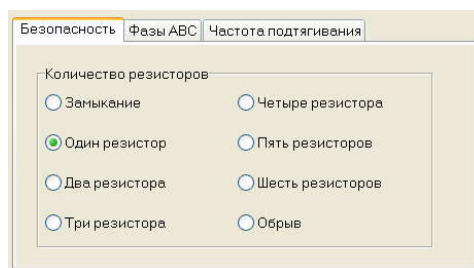

Рисунок 46 – Вкладка "Безопасность"
- На вкладке **Ручная проверка ЛК**, в области **Тестирующее устройство** открыть вкладку **Безопасность** (Рисунок 46).